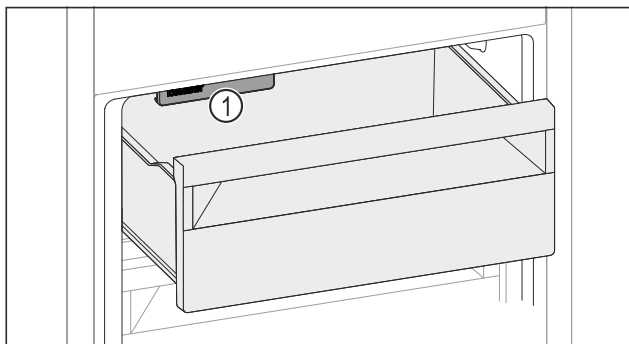

Fig. 227
- Слідкувати за функцією IceMaker Fig. 227 (1).